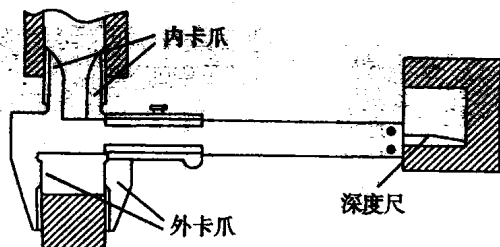

图 1-13 游标卡尺及测量方式
(1) 结构(图 1-13) 内卡爪用来测量孔径的尺寸;外卡爪用来测量轴径的尺寸;深度尺用来测量孔的深度和台阶